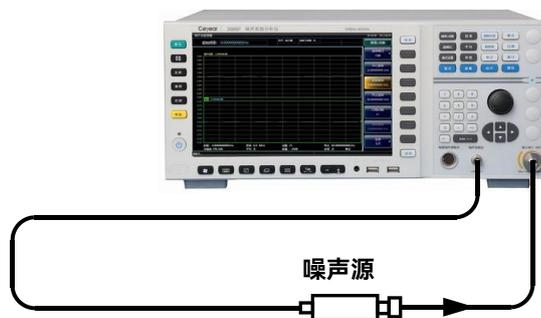

图 3.42 校准连接图
- 步骤11.** 如图3.42所示进行校准连接, 按【校准】键, 连续按两次[校准]菜单键开始进行校准。